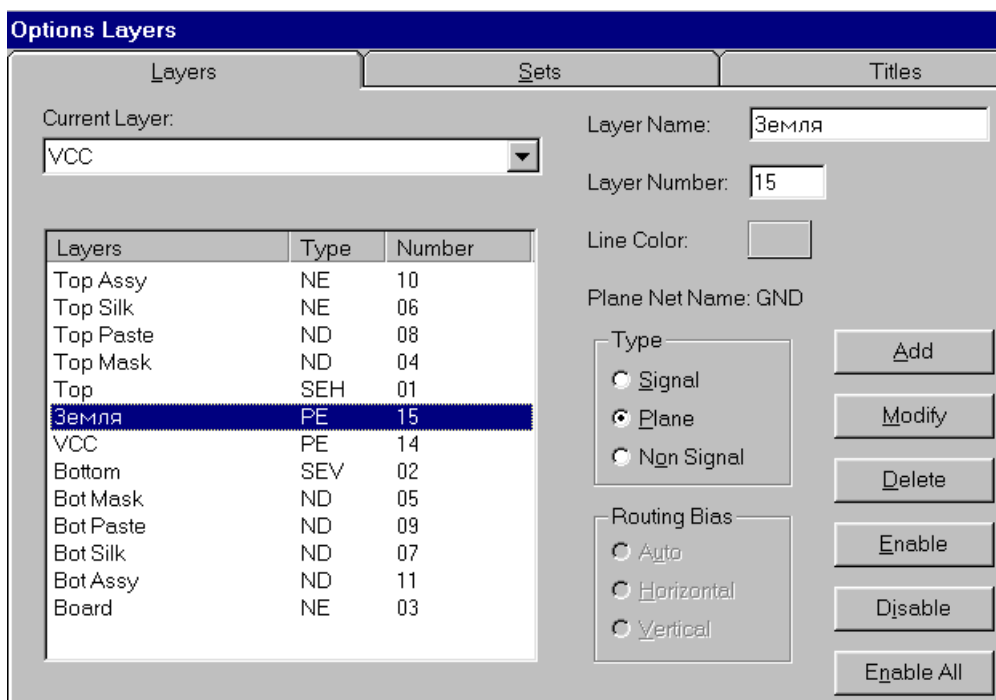
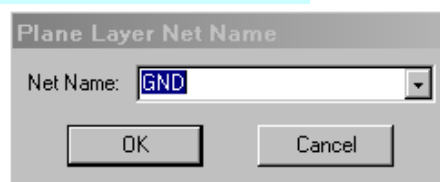

Рис. 9-41. Создание внутренних слоев металлизации
Рис. 9-42. Указание имени цепи, подключаемой к слою металлизации.
1) Добавление слоев производится по команде **Options/Layers**. После этого на панели **Options Layers** (см. рис. 9-41) в окне *Layer Name* (Имя слоя) вводится имя слоя, например, «Земля» или «VCC», а в окне *Layer Number* (Номер слоя) его уникальный номер. В рамке *Type* (Тип) устанавливается флажок *Plane* и нажимается кнопка **Add** (Добавить). Система запросит имя цепи, связанной с создаваемым слоем металлизации (рис. 9-42). Если список
После нажатия кнопки ОК на панели **Plane Layer Net Name** система добавит новый слой металлизации к существующим слоям, расположив его между сигнальными слоями *Top* и *Bottom*. На рис. 9-41 к структуре слоев по умолчанию добавлены два слоя металлизации – «Земля» и «VCC», которые предполагается использовать для подвода питания к элементам.